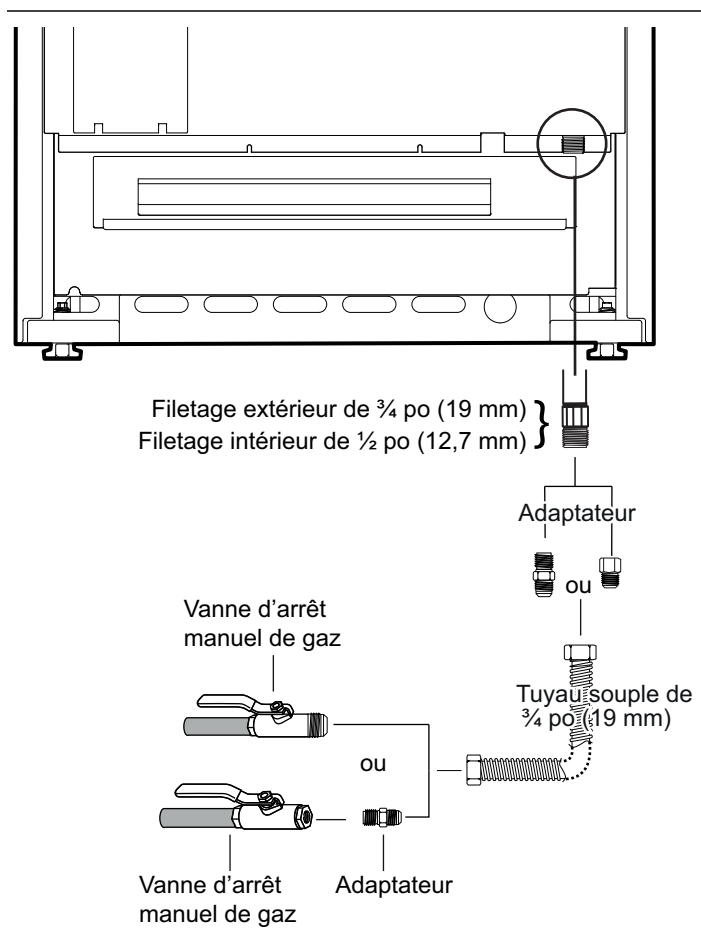

Figure 8 : Raccordement à l'approvisionnement de gaz
2. Utilisez un raccord à gaz souple de  $\frac{3}{4}$  po entre l'alimentation en gaz et le tuyau d'arrivée de gaz de l'appareil. Le tuyau d'arrivée de gaz de toutes les cuisinières est situé en bas à droite. (Voir Figure 8). Le tuyau d'arrivée de gaz de l'appareil est de type NPT  $\frac{1}{2}$  po.